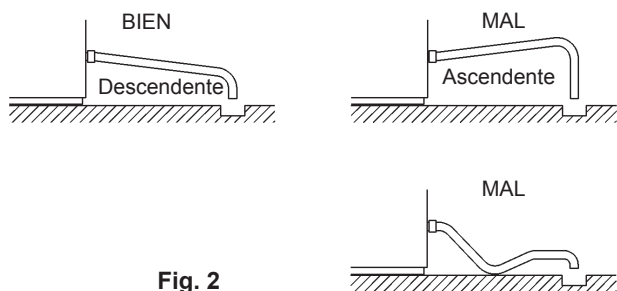

Fig. 2
* Para impedir el retorno a la cuba de almacenamiento, el tubo de salida debe disponerse como se muestra en la Fig. 2.